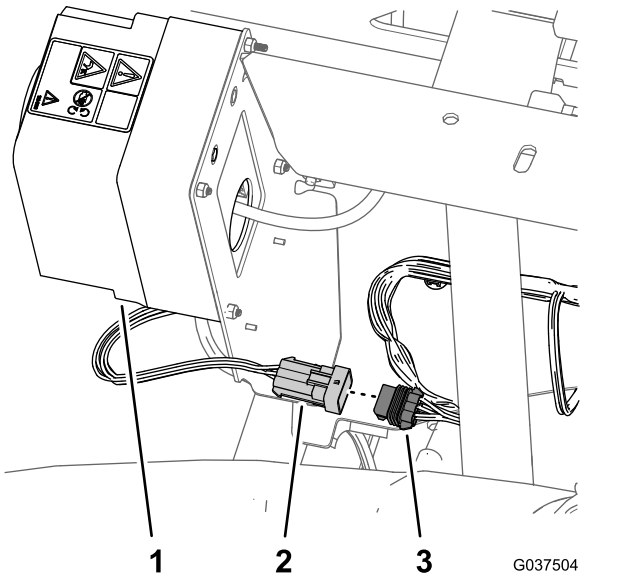

図 5
1. 液剤タンクの後部にある、スプレーガンキットや電動ホースリールキット用のワイヤハーネスを探し出す (図 5)。
2. 後方ハーネスの6ソケットコネクタから、スプレーガンキットや電動ホースリールキットのハーネスの6ピンソケットを外す (図 5)。